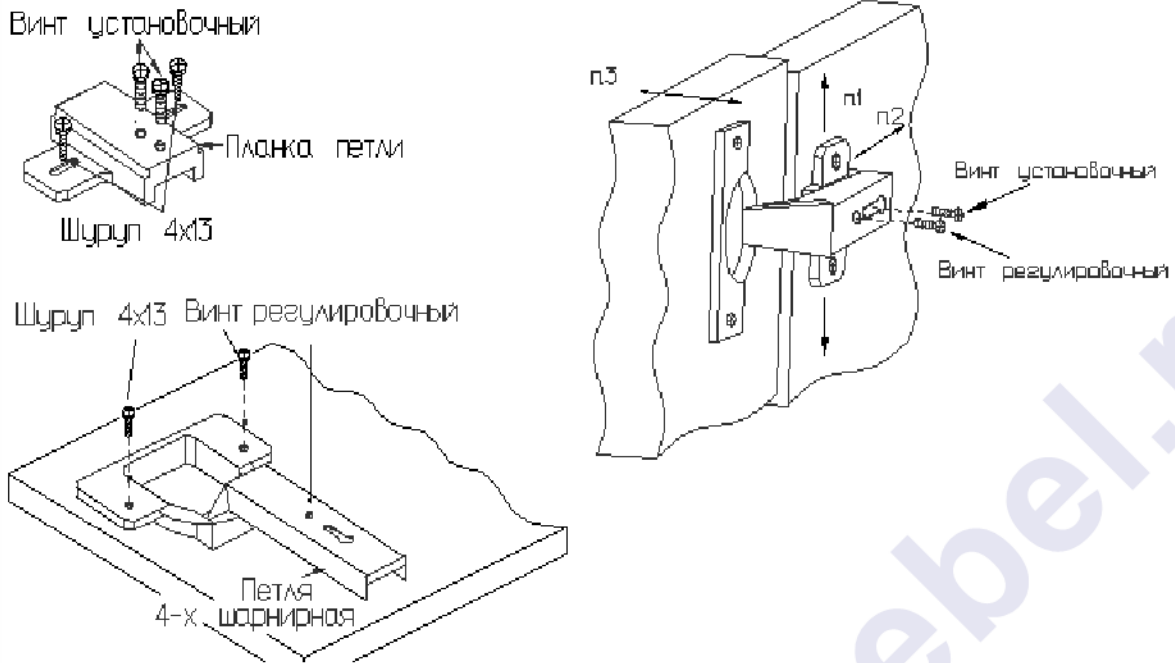

Рис. 6. Установка фасада.
1. После сборки изделия навесьте фасад и произведите его регулировку (рис.6).